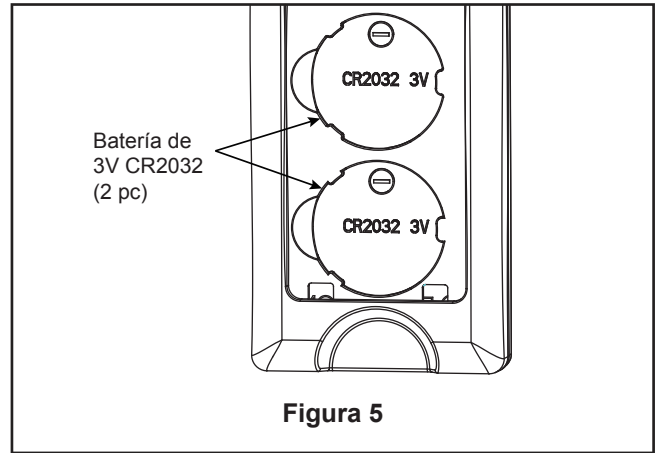

Figura 5
4. Una vez realizadas las conexiones, los cables deben ser colocados de forma extendida poniendo el conductor de la toma de tierra y el conductor de toma de tierra del equipo a un lado de la caja, colocando el conductor sin toma de tierra en el otro lado de la caja. gire los conductores hacia arriba y, con cuidado, colóquelos dentro de la caja de salida; con los conductores blancos y verdes hacia un lado y los conductores negros hacia el otro. (Figura 5)
5. Instale las pila de 3V en el transmisor del mando a distancia. Mientras el ventilador esté apagado. (Figura 5)
5. En este paso, el receptor WiFi de su ventilador de techo debe estar instalado y dentro del rango de su router WiFi. Con la App abierta, seleccione “añadir dispositivo”. (Figura 5)